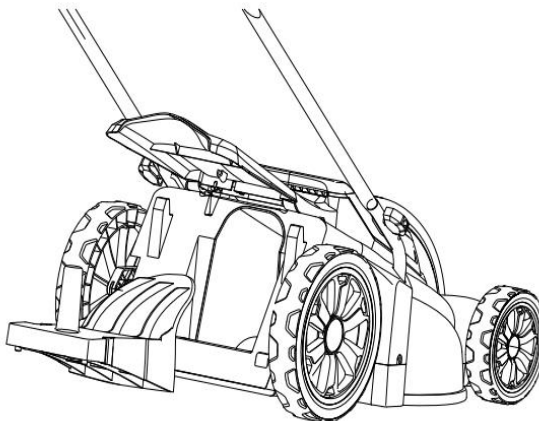

Рис. 5
- a. Откройте крышку канала выброса (5), и удерживайте её в этом положении.
- b. Вставьте мульчирующую вставку (22) в канал выброса травы (20) до щелчка (Рис. 5).
- c. После этого осторожно опустите крышку (5).